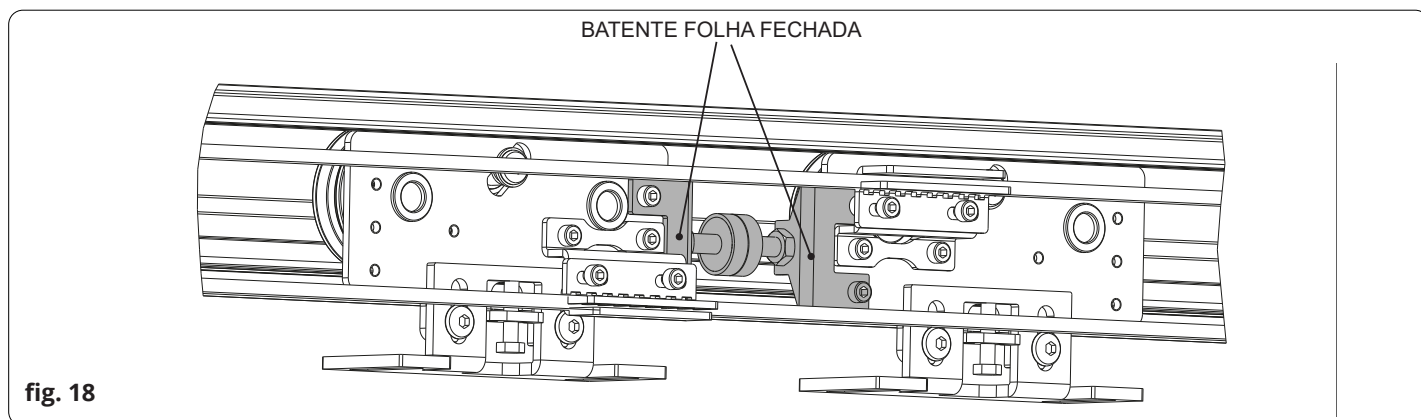

fig. 18
- 1) Fixar os batentes de fecho nos rodízios utilizando os parafusos fornecidos (fig.18);